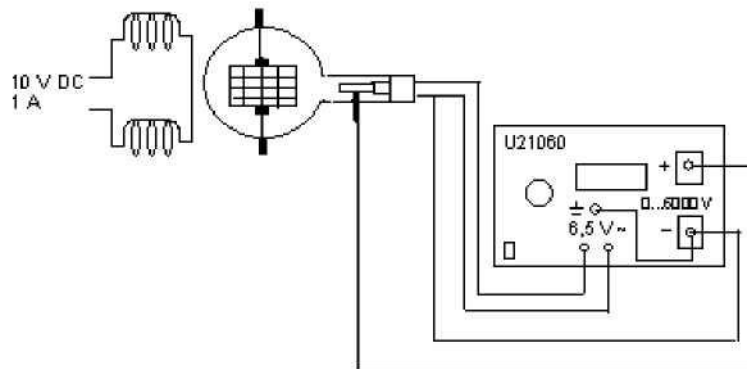

Fig. 1
- Beschaltung der Röhre gemäß Fig. 1 herstellen. Die Spulen werden hintereinander geschaltet, so dass sie gleichsinnig vom Strom durchflossen werden. Dazu Anschlussstellen A mit dem Netzgerät und Z mit Z verbinden.
- Versuchsaufbau gemäß Fig. 1.